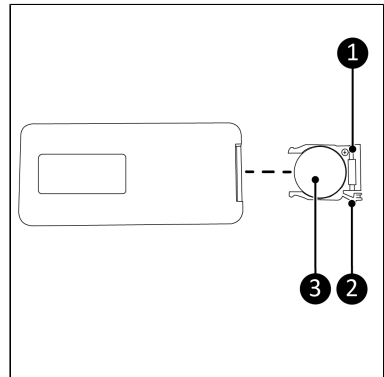

Figure 59.
1. Poussez la languette (Figure 59, pos. 2) du compartiment à pile (Figure 59, pos. 1) et retirez le compartiment à pile de la télécommande.
2. Retirez la pile usagée (Figure 59, pos. 3) du compartiment à pile.